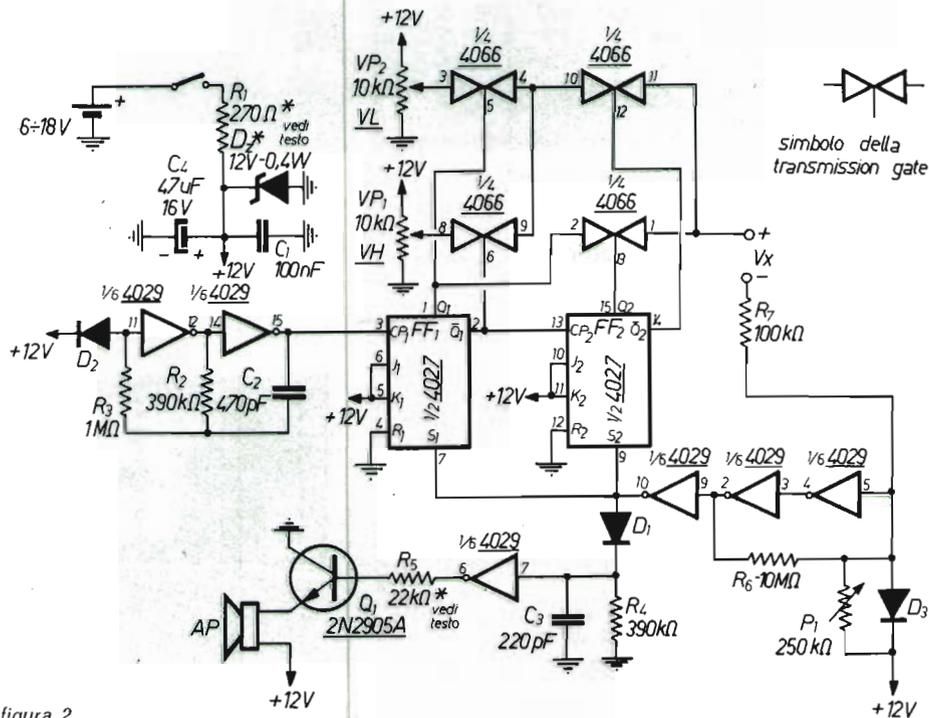

figura 2
- figura 2: P3, indicato come semifisso, deve essere un potenziometro (se montato a pannello)
- figura 2: terminale M deve intendersi H